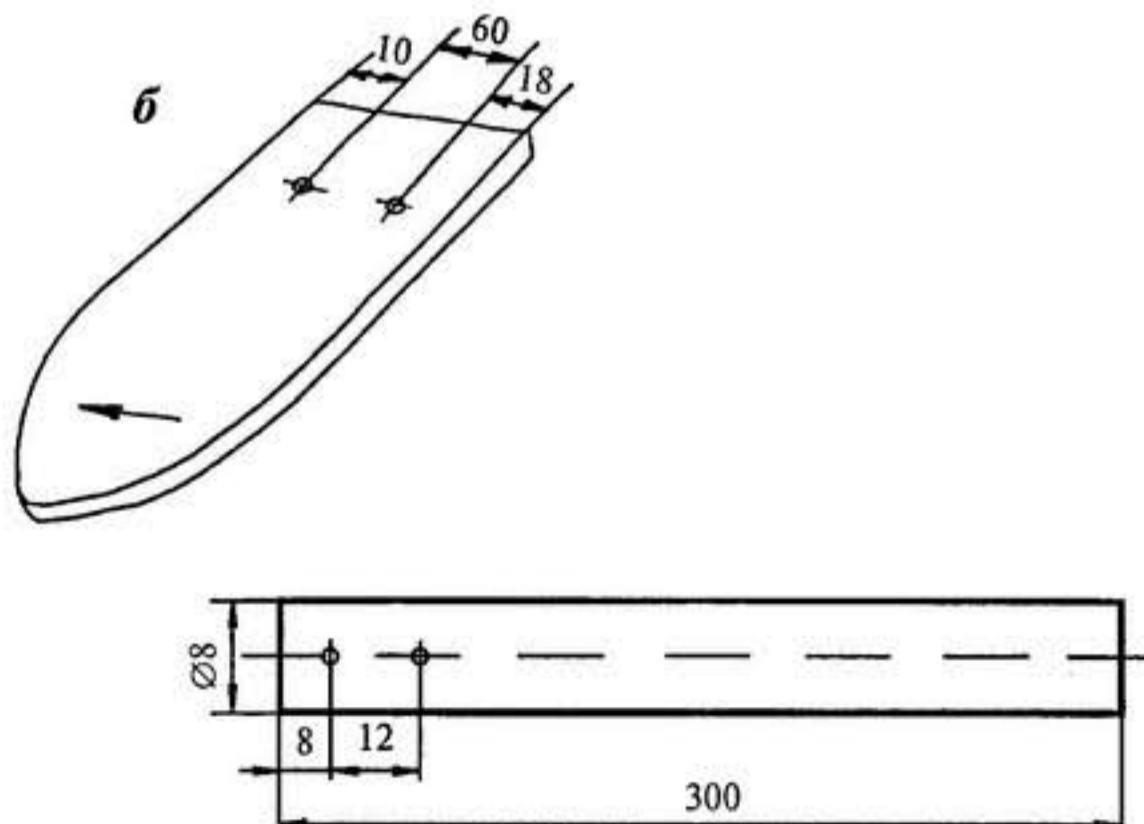

Рис. 238
6. Выточите или выстрогайте цилиндрическую палочку-подвеску длиной 300 мм, $\varnothing 8$ мм, просверлите отверстия для лески так, как указано на рис. 238.